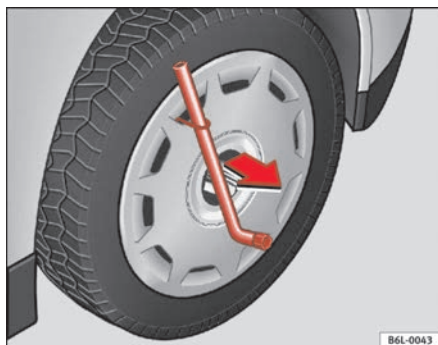

Fig. 135 Retirar o tampão
- Retire o tampão da roda com o gancho de arame ⇒ fig. 135.